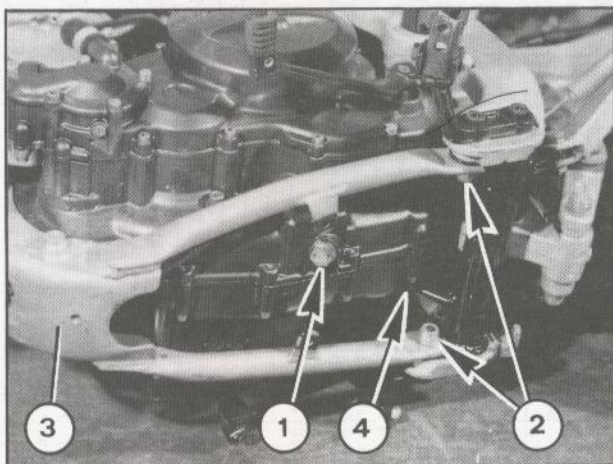
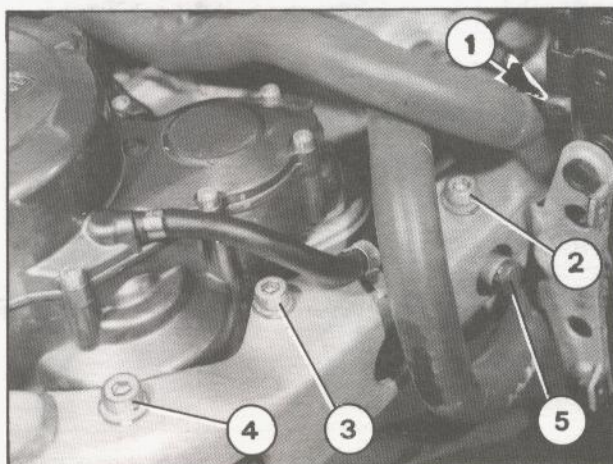

Fig. 45
Fig. 47
- Scaricare l'olio motore svitando i tappi di scarico (1 Fig. 45 e 5 Fig. 47) avendo prima posto al di sotto un contenitore di raccolta.
- Drain off the engine oil by unscrewing the drainage cap (1 Fig. 45 and 5 Fig. 47) after having placed a container underneath for collecting the drained off oil.
- Svitare e togliere nell'ordine le viti (1-2-3-4 Fig. 47) e (2 Fig. 45) recuperando la culla inferiore (3 Fig. 45).
- Svitare e togliere l'ultima vite unitamente al supporto biella doppia (4 Fig. 45).
- Unscrew and remove in order the screws (1-2-3-4 Fig. 47) and (2 Fig. 45)), retrieving the lower cradle (3 Fig. 45).
- Unscrew and remove the last screw with the double connecting rod support (4 Fig. 45).